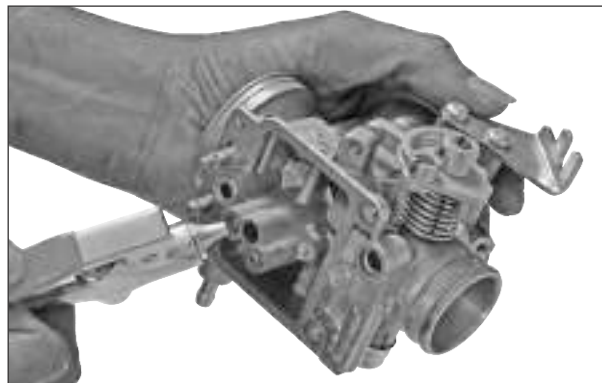

Fig. 4.24
- Después de limpiar las páginas del carburador correctamente usando el limpiador, soplar el aire comprimido para limpiar los pasajes a fondo. (Fig. 4.24)